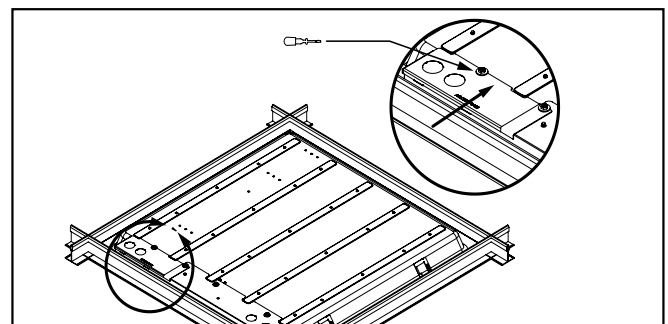

Figure 6.
6. Rentrez tous les fils et les serre-fils dans la boîte de jonction du luminaire, remplacez la plaque d'accès électrique et vissez solidement en place (Fig. 6).